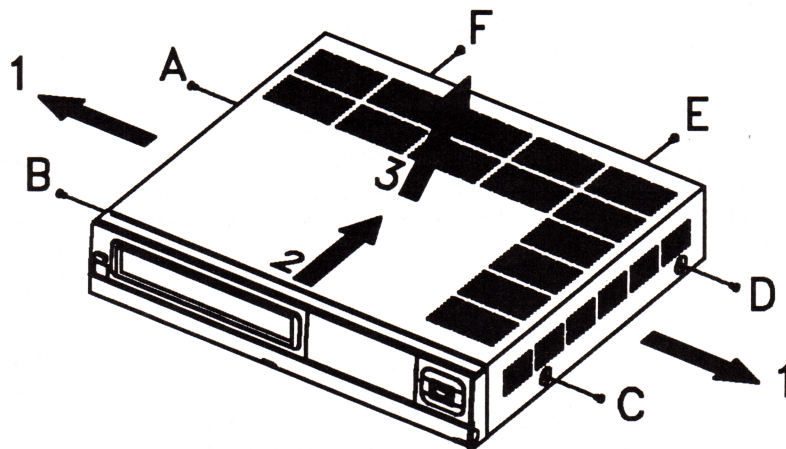

Fig. 1
- De schroeven A, B, C, D, E en F eruitschroeven (zie afb. 1).